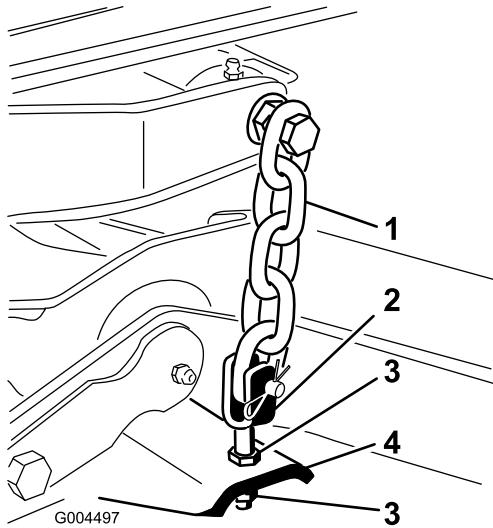

Figure 5
8. Ajustez les écrous de blocage qui fixent les chapes/chaînes au plateau de coupe jusqu'à ce que le plateau de coupe soit de niveau (Figure 5).
7. Ajustez les écrous de blocage qui fixent les chapes/chaînes au plateau de coupe (Figure 5) pour éléver l'arrière du plateau de coupe de sorte à obtenir une inclinaison de la lame de 8 à 11 mm.